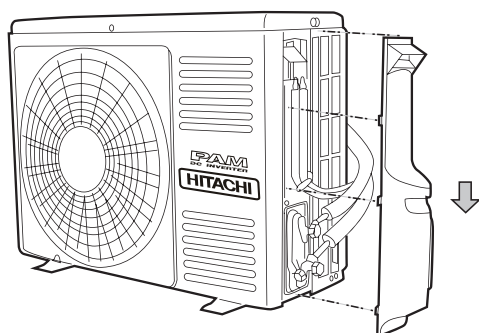

图24
- (1) 将右侧板上边盖拆开。（如图24）
- (2) 将截止阀树脂封帽拆开。